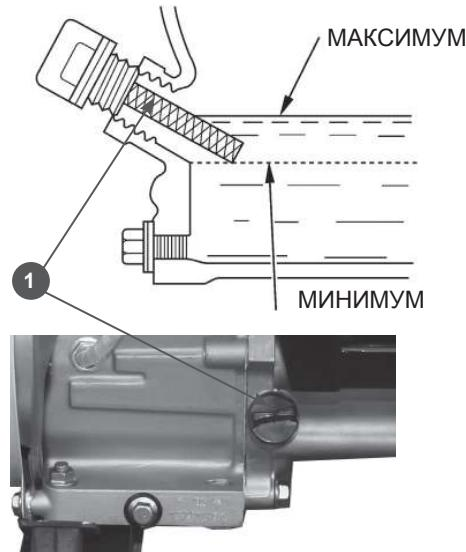

Рис.5
- Снимите крышку/щуп маслозаливного отверстия (1) Рис.5